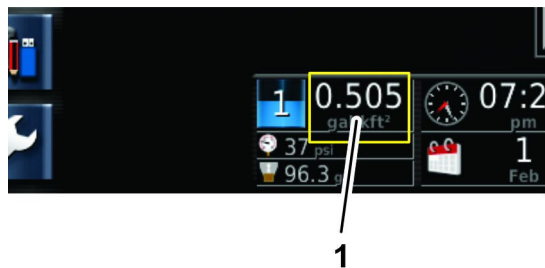

Bild 142
3. Warten Sie, bis die vorgegebene Dosiermenge auf dem Armaturenbrett angezeigt wird (Bild 142).